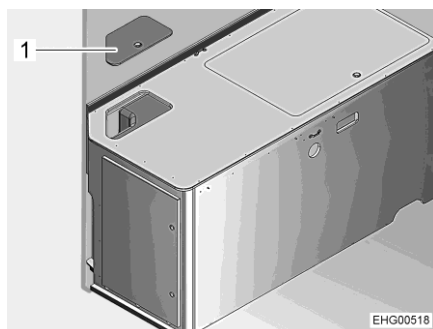

Fig. 139 Armazón de la cama a la izquierda
- Retirar la tapa de servicio (Fig. 139,1).